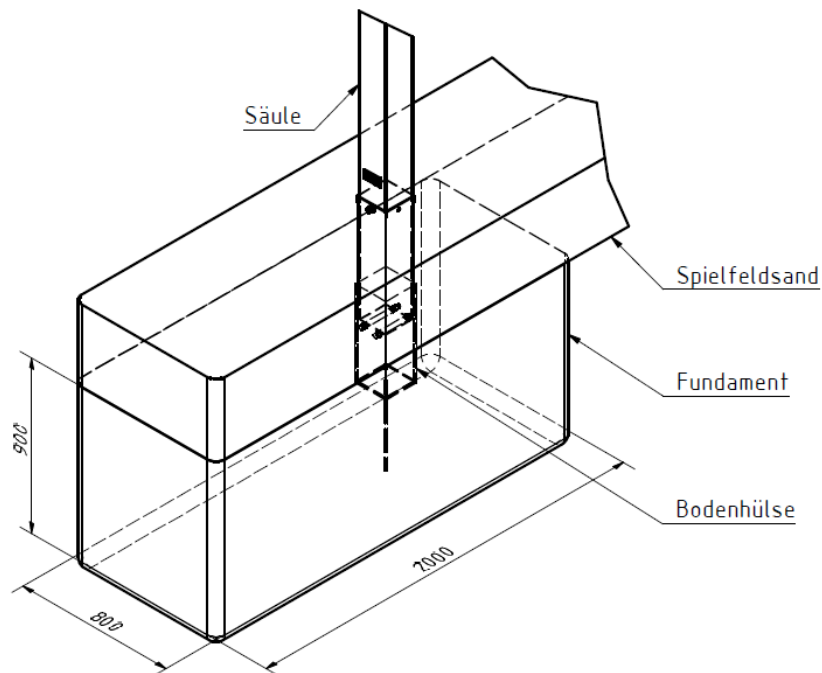

Abbildung 5: Fundament 2
1. Das Fundament ist 2,00 m lang, 0,80 m breit und 0,90 m hoch (Siehe Abbildung 5).